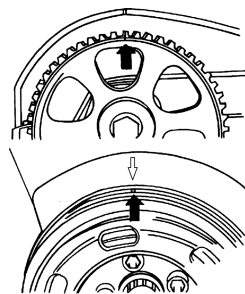

图 1-129 正时标记
- 1) 对齐凸轮轴和气缸盖罩上的标记，如图 1-129 所示。